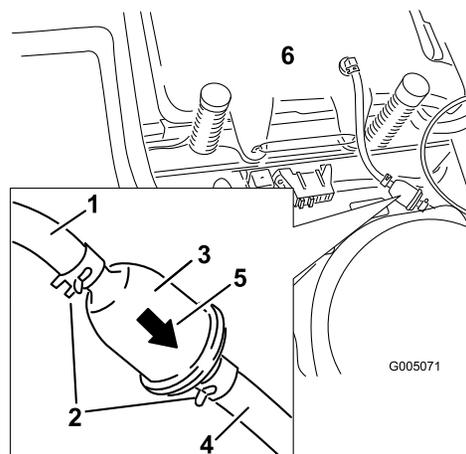

Bild 29
4. Drücken Sie die Enden der Schlauchklemmen zusammen und schieben Sie sie vom Filter weg (Bild 29).
6. Setzen Sie einen neuen Filter ein. Der Pfeil für die Flussrichtung muss vom Kraftstofftank zum Motor zeigen. Schieben Sie die Schlauchklemmen eng an den Filter (Bild 29), um ihn zu befestigen.